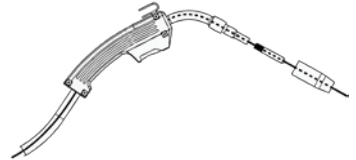

Рисунок 11
- натисканням кнопки пальника подавайте дріт доти, поки його кінець не вийде з пальника (дивіться рисунок 11);